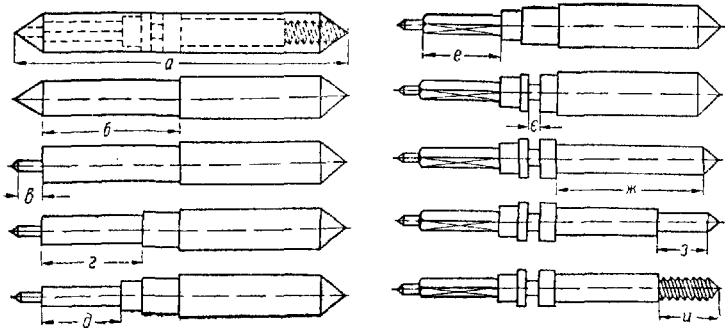
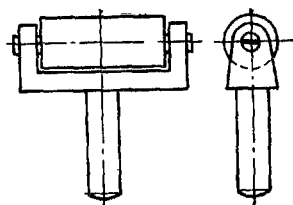

Рис. 142. Послідовність виготовлення заводного вала:
Рис. 143. Ролик для запилювання квадрата вала.
**Правило.** Кожний окремо з указаних на рис. 142 елементів заводного вала за розмірами і формою повинен точно відповідати розмірам тих деталей, для яких він призначений. Квадратна частина вала повинна бути припасована до квадратного отвору кулачкової муфти з мінімальним зазором, який допускає вільне переміщення кулачкової муфти в поздовжньому напрямі по валу.
Якщо ж він загублений або точність його розмірів викликає сумнів, то кожний елемент вала потрібно припасовувати окремо, додержуючись при цьому порядку точіння, вказаного на рис. 142, тобто спочатку потрібно визначити загальну довжину вала *а*, потім виточити елементи *б*, *в*, *г*, *д*, і *е*.
Добре чистове запилювання досягається за допомогою ролика (рис. 143), встановленого в підручник токарного верстата на відстані 2—3 см від вала. Частина напилка ковзає по ролику, встановленому в одній площині з валом, а інша обпилює квадрат *e* (рис. 142).
**Правило.** Якщо потрібно виточити короткий заводний вал для наручних годинників, потрібно перш за все виточити заплечики (див. рис. 142), нарізати різь і тільки після цього приступити до точіння інших елементів вала.
Рухається кулачкова муфта вздовж заводного вала, дозволяючи цим самим заводити пружину, не знімаючи пальців руки з заводної головки. Годинникар повинен звернути увагу на ретельне припасування кулачкової муфти з усіма стичними з нею деталями і головним чином з квадратом заводного вала (див. рис. 142).